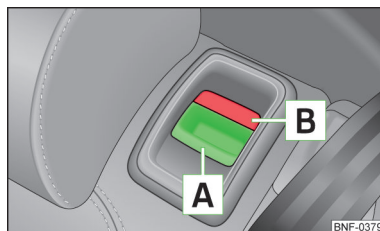

Fig. 50
- Tryk på låseknappen **A** » Fig. 50, og klap ryglænet frem.
- Tryk på låseknapperne **A** » Fig. 50 på begge sider af ryglænet, og klap ryglænet frem.
- Kontroller, at den røde markering **B** » Fig. 50 ikke længere er synlig.
- Sikr dig, at de røde markeringer **B** » Fig. 50 på begge sider af ryglænet ikke længere er synlige.